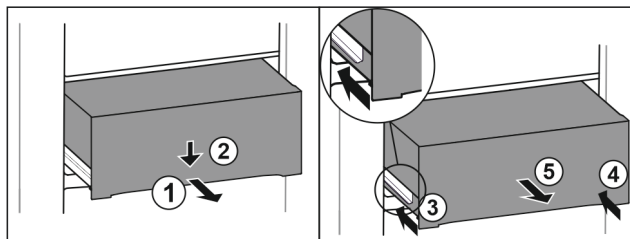

Fig. 189
- Tërhiqni jashtë sirtarin deri në gjysmë. Fig. 189 (1)
- Shtypni për poshtë sirtarin në pjesën përpara. Fig. 189 (2)
- Shtyni brenda shinën e majtë rreth 2 cm. Fig. 189 (3)
- Shtyni brenda shinën e djathtë rreth 2 cm. Fig. 189 (4)
- Hiqeni sirtarin nga përpara. Fig. 189 (5)